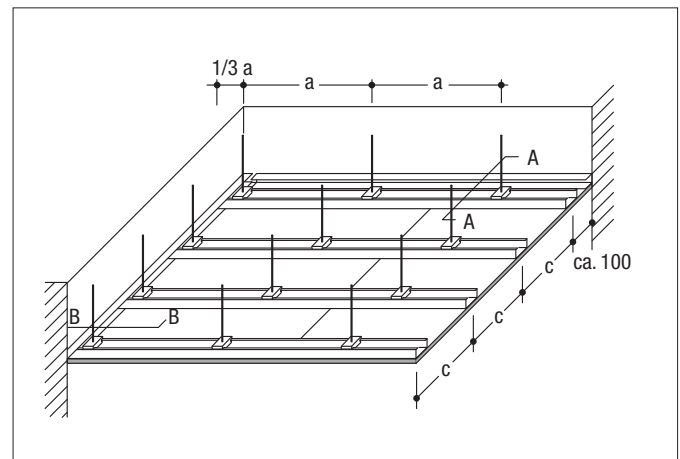

Fig. 8-3 Estructura portante en metal fijada directamente al techo
- Estructura portante en metal fijada directamente al techo (véase fig. 8-3)
| | Estructura portante en metal fijada directamente al techo (véase fig.8-3) | CD 60 x 27 x 0,6 | No procede | a = 1000 mm | c = 400 mm (long.) | No procede |